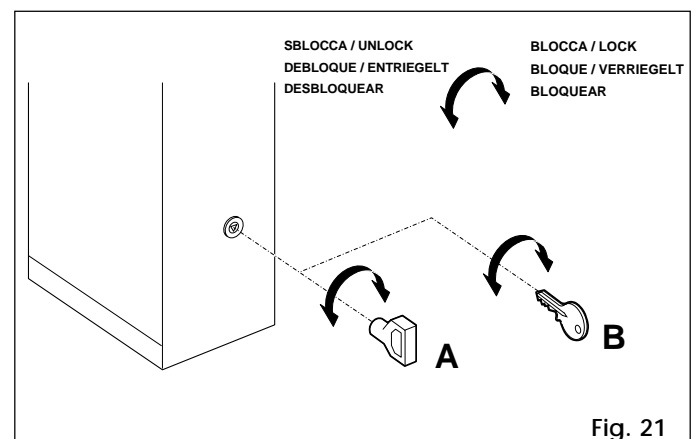

Fig. 21
La llave puede ser del tipo estándar (triangular, ref. A Fig. 21) o personalizada (ref. B Fig. 21, opcional).
Introducir la llave en la cerradura y darle una vuelta hacia la izquierda (Fig. 21).
- Girar la llave hacia la derecha hasta el tope, y extraerla (Fig. 21, ref. A).
- Girarla muy lentamente hacia la izquierda hasta que sea posible extraerla (Fig. 21 ref. B).